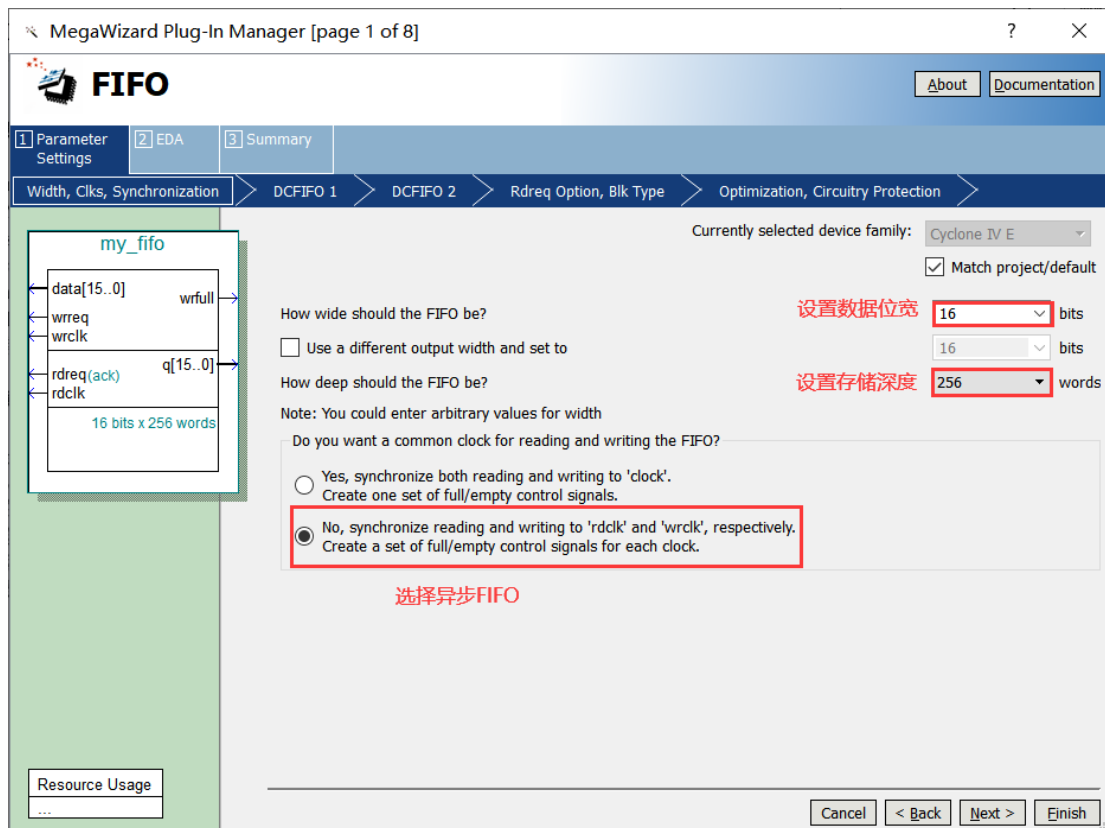

图 17-6
4、在该对话框中设置 FIFO 的位宽、存储深度，并选择同步还是异步 FIFO（一般选择异步），如图 17-6 所示。